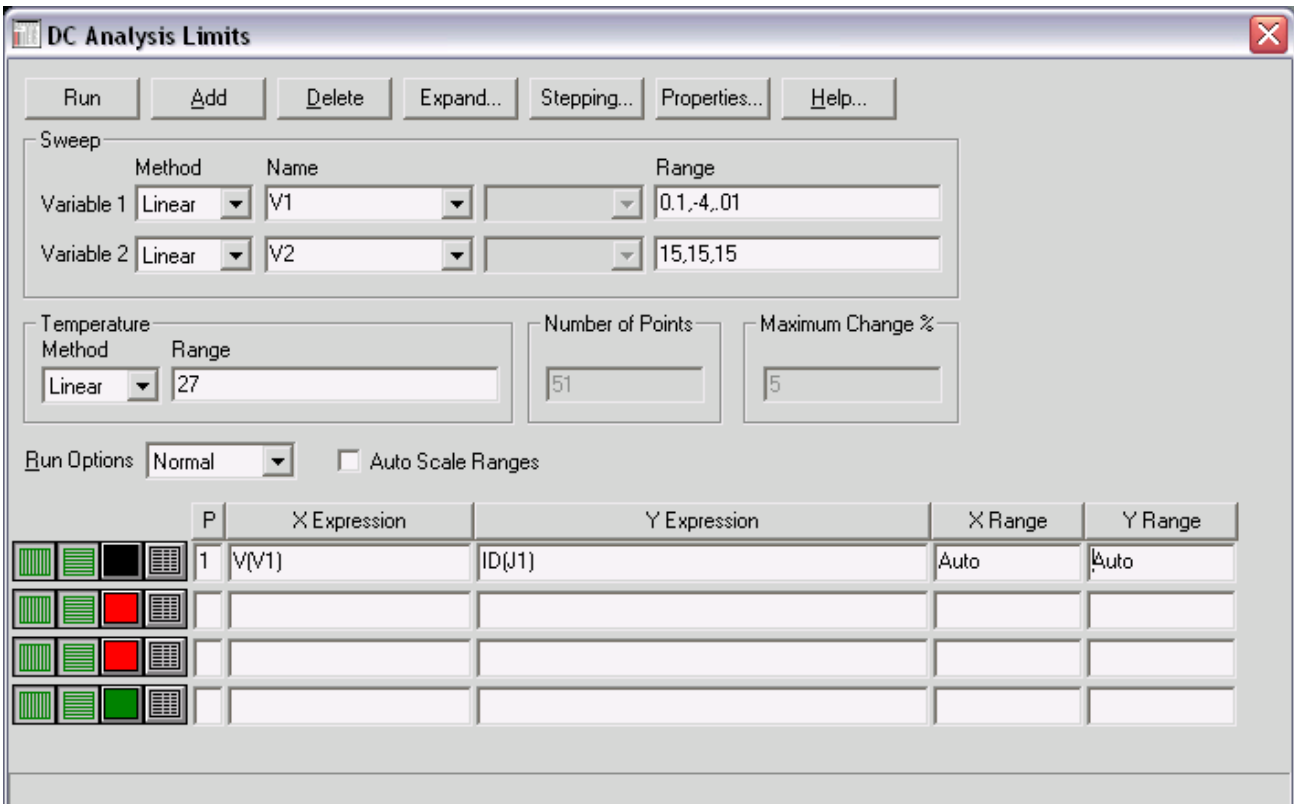

Рис. 8.9 Окно параметров моделирования для получения стокозатворной ВАХ
- получить стоко-затворную ВАХ транзистора, для этого выбрать команду меню **Analysis/DC...**, на экран будет выведено окно параметров моделирования, в котором следует задать необходимые параметры моделирования в соответствии с рис. 8.9;